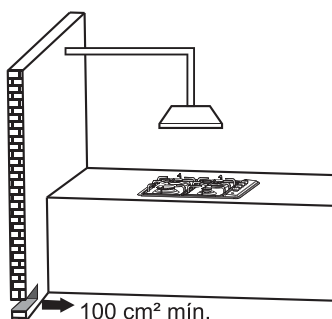

Figura 2
**Nota:** El uso de un aparato a gas para cocinar resulta en la producción de calor y humedad en la habitación en donde está instalado. Asegúrese de que la cocina esté bien ventilada siempre; mantenga abiertos los orificios de ventilación natural o instale un dispositivo de ventilación mecánica (figura 2).